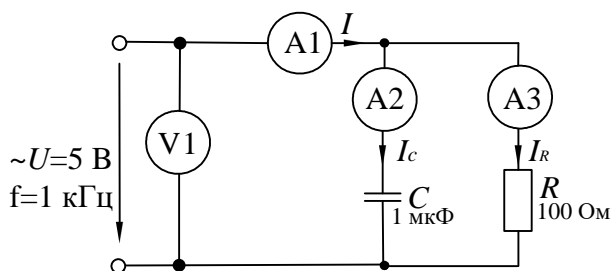
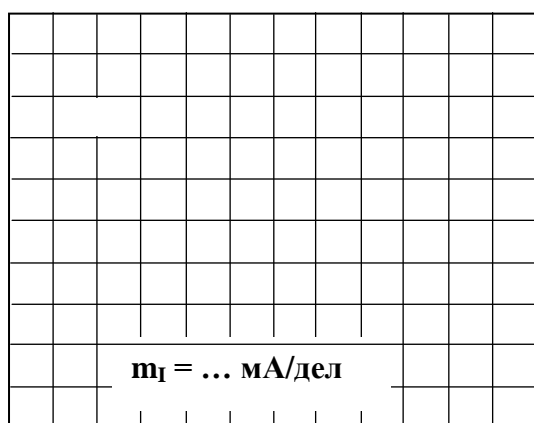
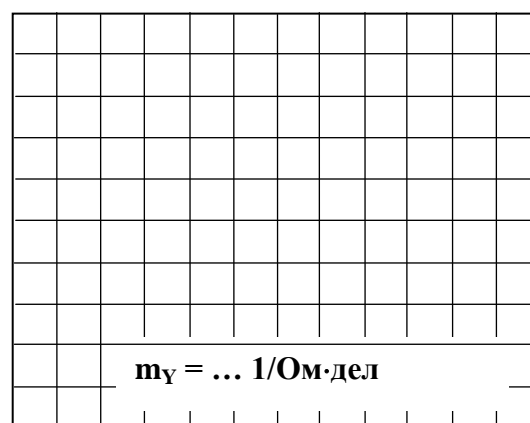

Рисунок 10 – Схема экспериментального исследования разветвленной цепи RC
Рисунок 11
Рисунок 12
1.3. Выберите масштаб и постройте векторную диаграмму токов (рис. 10) и треугольник проводимостей (рис. 11).
2.1. Соберите цепь согласно схеме (рис. 12), подсоедините регулируемый источник синусоидального напряжения и установите его параметры: $U=5 \text{ В}$, $f=1 \text{ кГц}$
2.3. Постройте векторную диаграмму токов (рис. 11) и треугольник проводимостей (рис. 12).